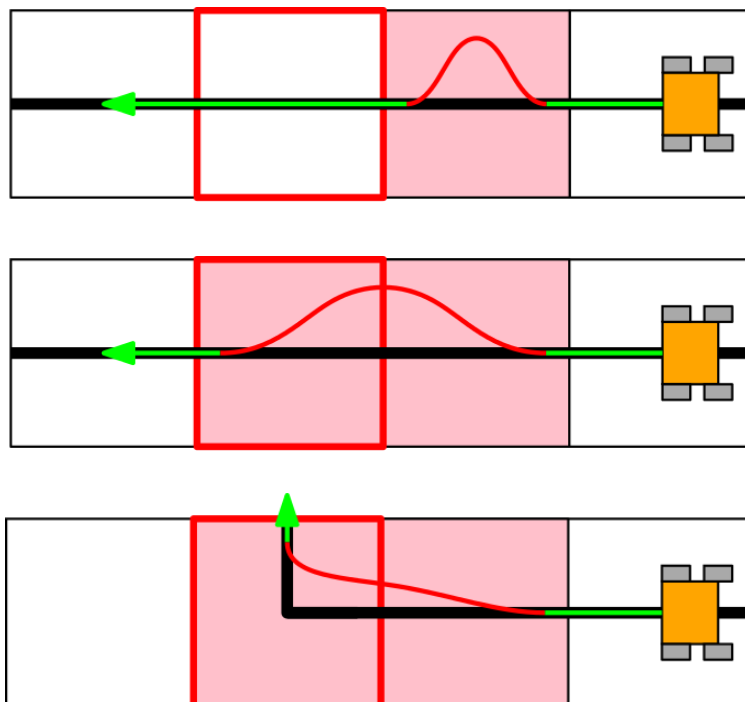

Рис. 9. Примеры схода с линии без отсутствия прогресса.
- С.1.1. На рис. 9 приведены три ситуации схода робота с линии, в которых робот возвращается на линию в опорной клетке или раньше, не меняя при этом направления своего движения – отсутствия прогресса нет.